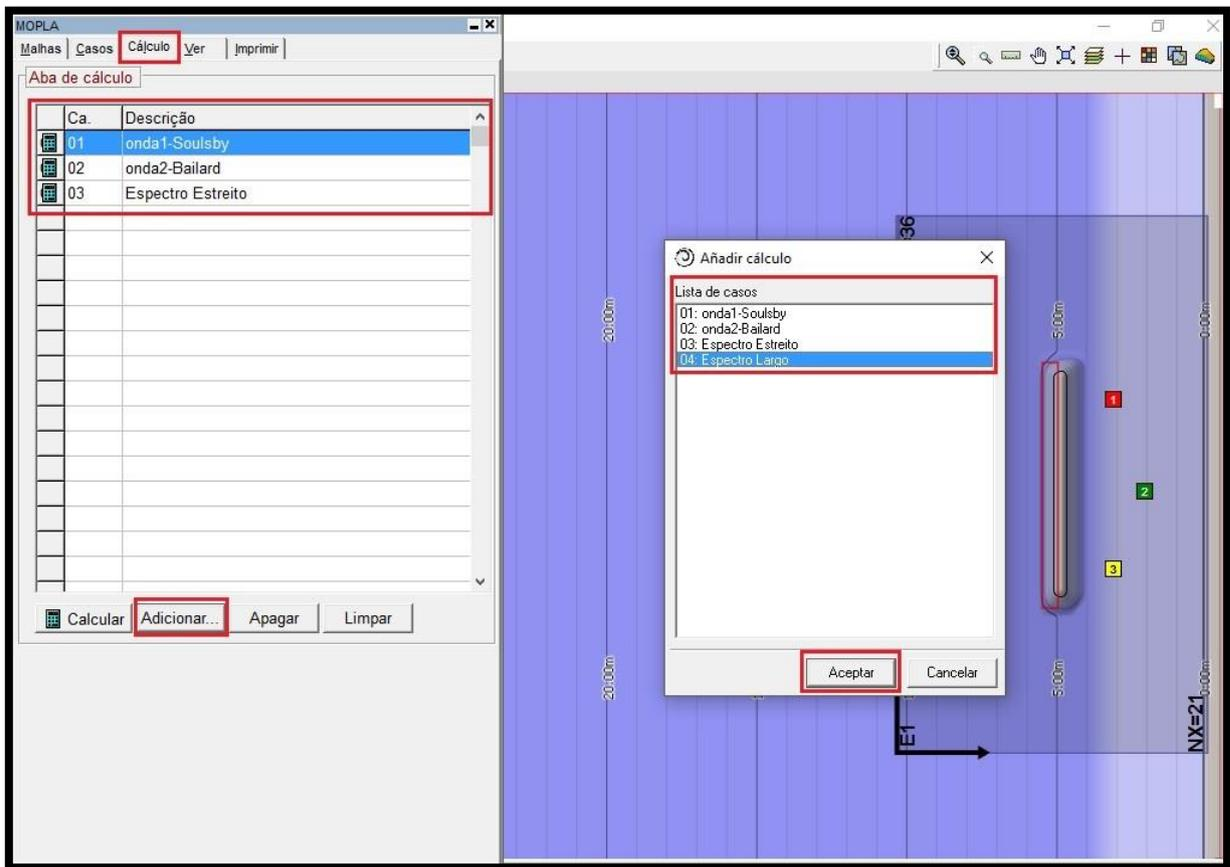

Figura 21 – Aba de cálculo, onde deve-se selecionar os casos que se quer rodar.
45) Clicar no botão “Adicionar...”, selecionar todos os casos e aceitar, aparecendo ao final na lista "Aba de cálculo" (Figura 21);